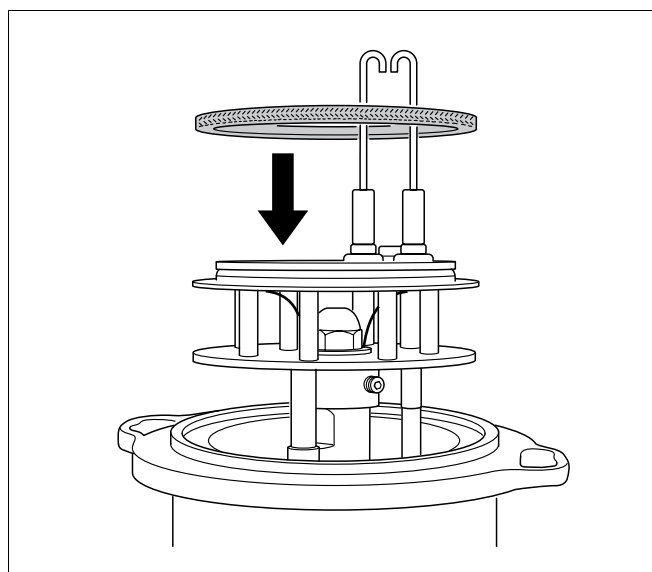

Fig. 33 Instalarea garniturii la arzătoarele de 55 până la 70 kW
- La tipurile de arzător 55 până la 70 kW garnitura se așează mai întâi pe sistemul de amestec (Fig. 33).